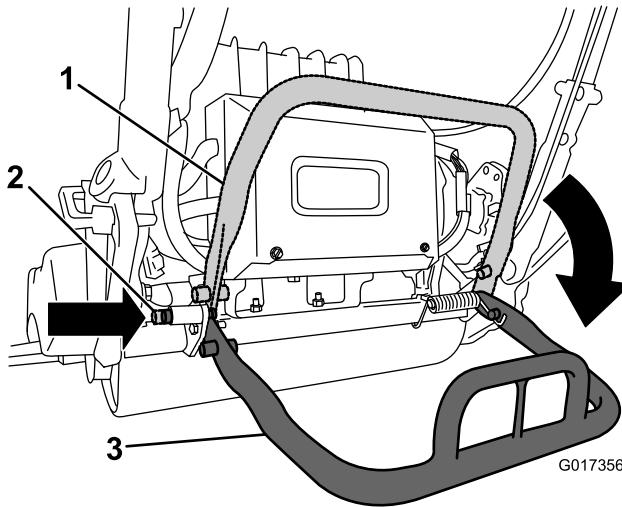

图29
- 要在拆卸滚刀时使用支撑架应降低支撑架并推入锁定销将支撑架锁定在维修位置(图29)。